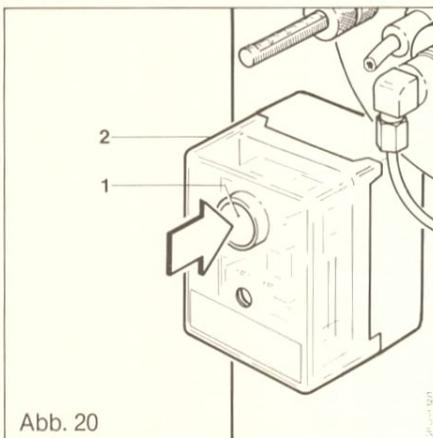

Abb. 20
- Bildet sich auf Grund einer Störung keine Flamme (z.B. Ölmangel oder andere Ursachen), schaltet der Feuerungsautomat (2) nach ca. 10 Sek. ab. Siehe Abb. 20. Nach einer Wartezeit von ca. 45-60 Sek. kann an der Entriegelungstaste (1) des Feuerungsautomaten (2) entriegelt werden.